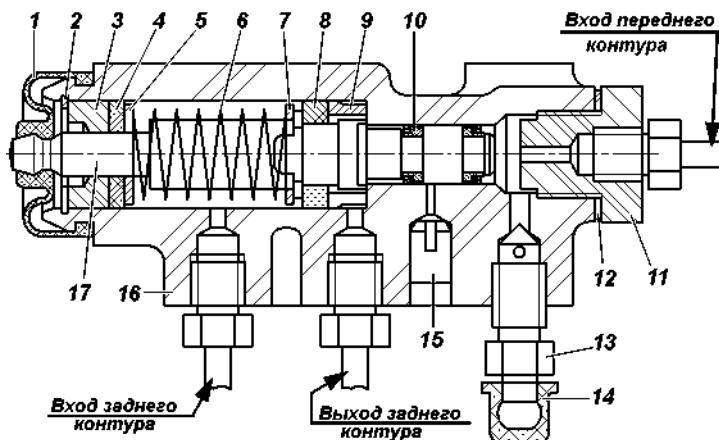
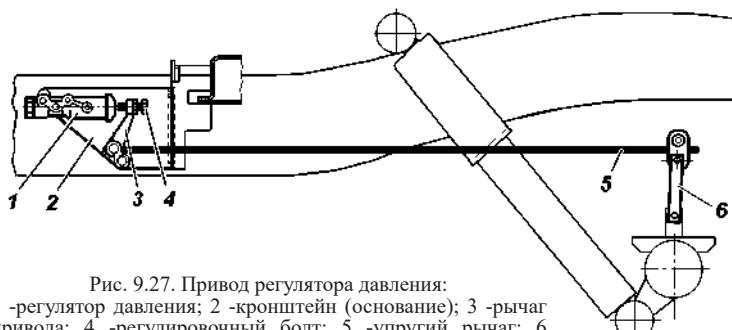

Рис. 9.26. Регулятор давления:
Рис. 9.27. Привод регулятора давления:
Регулятор давления (рис. 9.26). На автомобилях, не оснащенных антиблокировочной системой тормозов, устанавливается механический регулятор давления, действующий на задние тормоза, который обеспечивает оптимальное распределение тормозных сил по осям автомобиля и не допускает опережающую блокировку задних колес. При обслуживании проверяйте работоспособность регулятора давления. Очищайте
В процессе эксплуатации и при замене задних рессор необходимо регулировать усилие упругого рычага 5 (рис. 9.27) на поршень регулятора. Регулировку производить в следующей последовательности:
3. Завернуть болт 4 (рис. 9.27) до соприкосновения его с хвостовиком поршня 17 (рис. 9.26) регулятора, довернув регулировочный болт на $1\dots 1^{1/3}$ оборот (6-8 граней головки болта).
автомобиль до блокировки колес. При исправном регуляторе и правильно выполненной регулировке привода должно быть некоторое опережение блокировки передних колес относительно задних. В случае опережающей блокировки задних колес дополнительно отвернуть болт 4 (рис. 9.27) на 1-2 грани головки болта и повторить проверку при движении автомобиля.